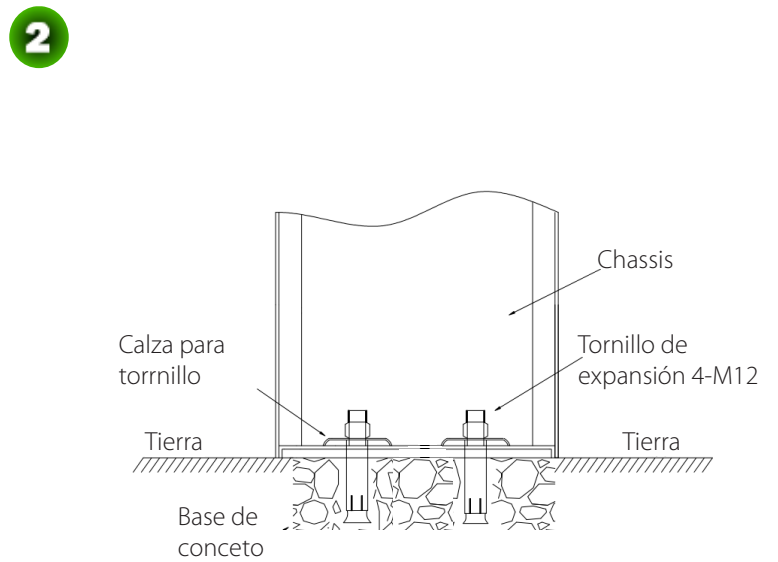

Figura 2-4B
6. Coloque las arandelas y use la llave Allen para ajustar los tornillos, como se muestra en la Figura 2-4B.